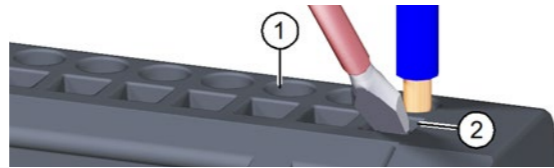

Abb. 6: Backplane verdrahten
- ▶ Verdrahten Sie die Backplane nach den Installationsvorgaben. Die Öffnungen für die Push-In-Klemmen (Pos. 1 in Abb. 6) befinden sich an der Ober- und Unterseite der Backplane. Das Etikett auf der Backplane zeigt die Anschlussbelegung der Klemmen.
- ▶ Führen Sie den Stahrdraht bzw. die Aderendhülse in die runde Öffnung zur Push-In-Klemme (Pos. 1 in Abb. 6) bis zum Anschlag ein.
- ▶ Führen Sie den Schraubendreher in die quadratische Öffnung (Pos. 2 in Abb. 6) im 45°-Winkel schräg von vorne ein.